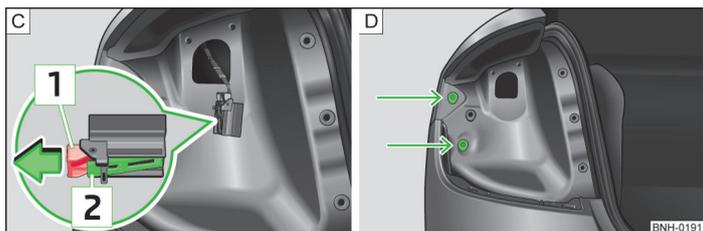

Fig. 178 Conector de luces / montar la lámpara
- Tirar del enclavamiento [1] » fig. 178 en el conector en el sentido de la flecha.
- Presionar el enclavamiento [2] » fig. 178 y retirar el conector.
- Introducir la lámpara en los alojamientos en la carrocería » fig. 178 - [D].